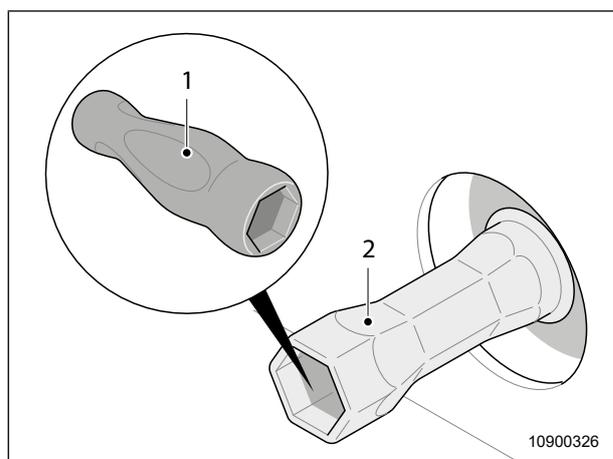

Abb. 65 Mutter Heckleuchte mit Griff aus dem Bordwerkzeug
8. Beide Muttern (Abb. 65, Pos. 2) der Heckleuchte mit dem Griff aus dem Bordwerkzeug (Abb. 65, Pos. 1) lösen und mit der Hand herausdrehen.